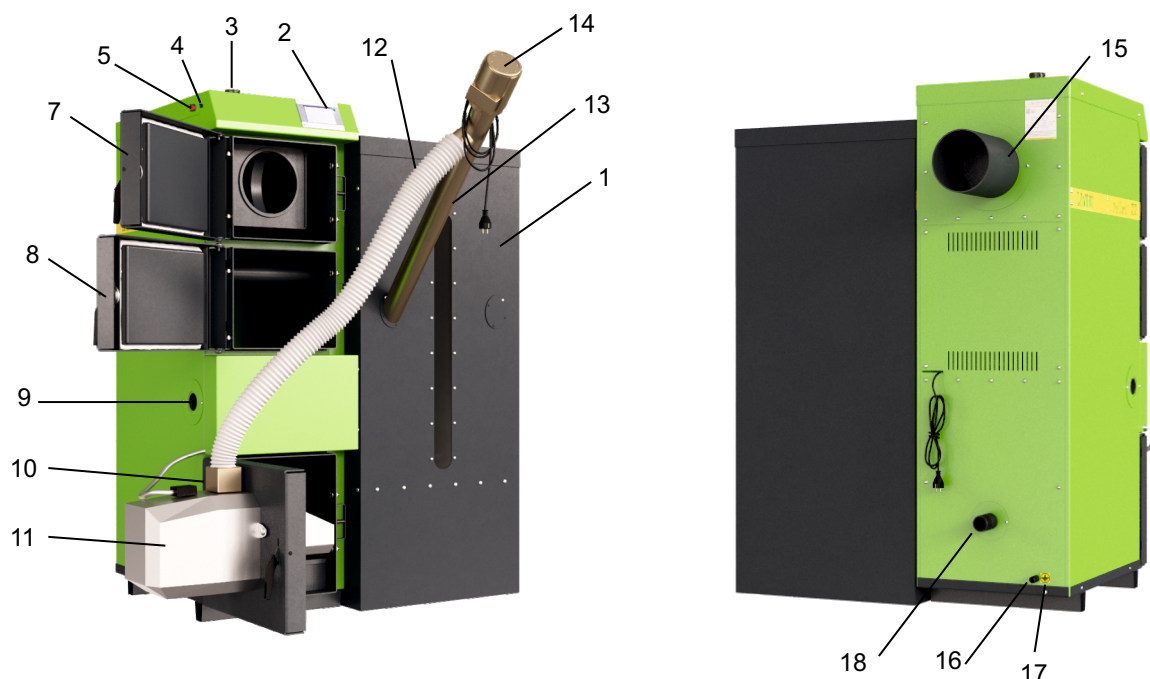

Рисунок 1. Состав и устройство Котлов моделей LF16-32
10. Котел (рис.1) представляет собой стальной сварной теплоизолированный каркас, обшитый снаружи съемной декоративной облицовкой, и устанавливаемый на собственных опорах. Внутреннее пространство имеет сложную конфигурацию, включает в своем составе трубчатый теплообменник, предназначенный для циркулирования теплоносителя, листовые детали, образующие вместе со стенками каркаса камеру сжигания, воздухоподводящие каналы, систему дымоудаления из Котла (15). Внутри каркаса в нижней части расположены устройства: колосниковая решетка для размещения топлива (при работе на резервном топливе) и зольный ящик для сбора и удаления золы. Снаружи Котел имеет дверцы и окошки для обслуживания Котла (7,8), патрубки для подсоединения к трубопроводам водяного контура системы отопления (3, 18), патрубок для опорожнения теплообменника (16). В нижней части котла в нижнюю дверцу вмонтирована Горелка (11) выбранной мощности, которая соединяется через механический пожарный клапан (10) гибким гофрированным шлангом (12) с бункером для пеллет (1), откуда внешним питателем (13) пеллеты подаются в Горелку. Автоматика входящая в комплект, включается кнопкой (5), расположенной на правой боковой части Котла, рядом с ней располагается предохранитель (4).